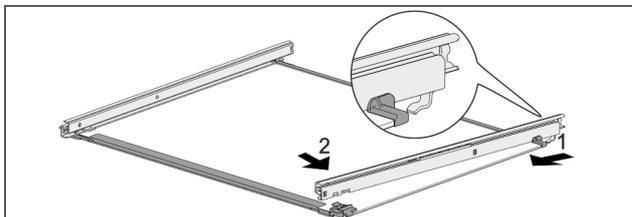

Fig. 53 Glasplatte mit Schienen
- ▶ Schiene hinten einhaken. *Fig. 53 (1)*
- ▶ Schiene vorne einrasten. *Fig. 53 (2)*